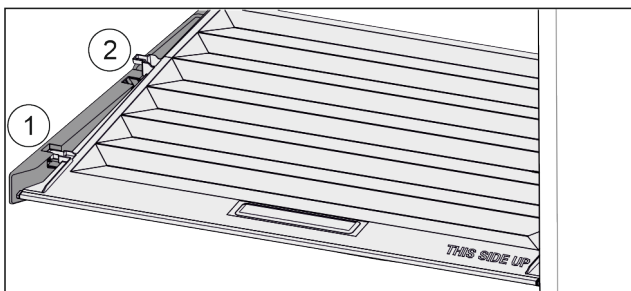

Fig. 115
- ▶ Потянуть крышку до отверстия в поддерживающих деталях вперед Fig. 115 (1).
- ▶ Поднять сзади снизу и извлечь Fig. 115 (2) движением вверх.